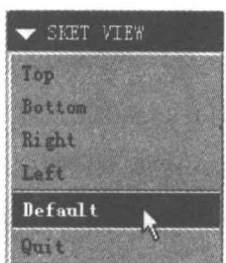

图 1.11 SKET VIEW 子菜单
- (5) 选择基准平面 FRONT 作为绘图平面。
- (6) 选中基准平面 FRONT 后，平面上出现了红色的箭头，表示特征的生成方向，在 DIRECTION 子菜单中选择 Okay 选项。
- (7) 在接下来的 SKET VIEW 子菜单中，选择 Default 选项，如图 1.11 所示。